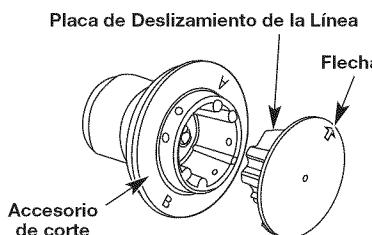

Fig. 21
- Reinstale la placa de deslizamiento (Fig. 21). Alinee la flecha con: